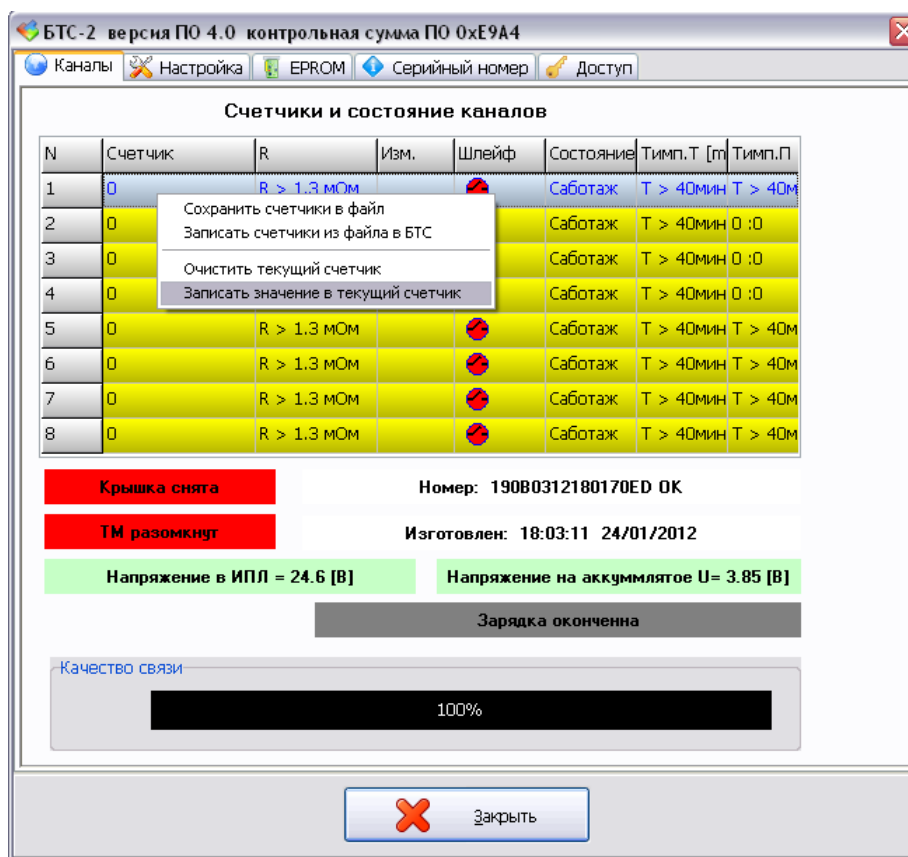
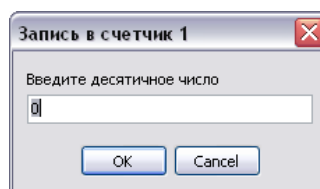

Рисунок 15 - Вкладка «Каналы»
Рисунок 16 - Ввод показания сумматора
4) Для установки начального значения сумматора БТС-2 выбрать вкладку «Каналы» (рисунок 15). Выбрать канал (отображается темным фоном) и в контекстном меню выполнить команду «Записать значение в текущий счетчик». В открывшемся окне ввести требуемое десятичное число из диапазона 0 – 4294967295 (рисунок 16).
5) Проверить правильность отображения введенного значения сумматора первого канала в графе «Счетчик» (рисунок 15).